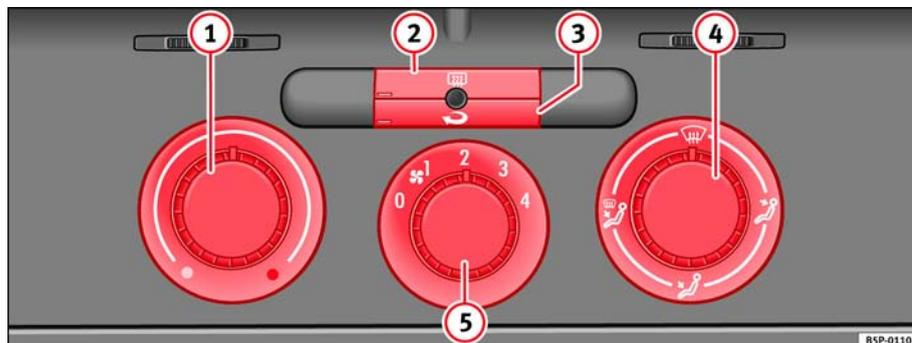

Fig. 122 Mandos de la calefacción en el tablero de instrumentos
- Con los reguladores ⇒ fig. 122 ① y ④ y con el mando ⑤ se regula la temperatura, la distribución del aire y la velocidad de la turbina.
- Pulse la tecla ② o ③ para activar o desactivar la función correspondiente. Cuando la función está activa, la ventana situada en la esquina inferior izquierda de la tecla se ilumina.